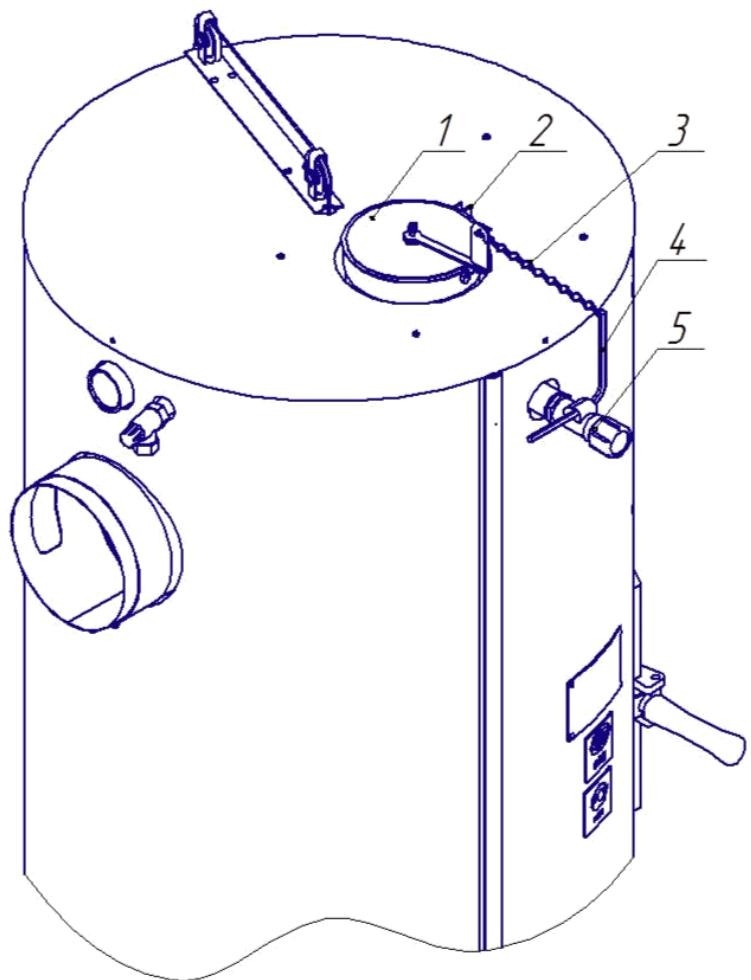

Рис. 1
1. Заслонку 1 ( Рис .1 ) установить таким образом, чтобы верхний торец хомута 2 находился ниже торца патрубка на 1...2мм (Рис.2 ) а цепочка 3 ( Рис. 1 ) была расположена перпендикулярно оси заслонки ( Рис. 3 ). Для этого нужно ослабить болт хомута ( Рис.3 ), отрегулировать положение хомута , как описано выше, затянуть болт.
4. Установить желаемую температуру по шкале терморегулятора 5 ( Рис. 1 )
5. При достижении установленной температуры отрегулировать длину цепочки L ( Рис.4 ) таким образом, чтобы заслонка 1 полностью закрывала патрубок а рычаг терморегулятора 4 ( Рис. 1 ) находился в вертикальном положении, при этом допускается провисание цепочки примерно на 1..2 мм.